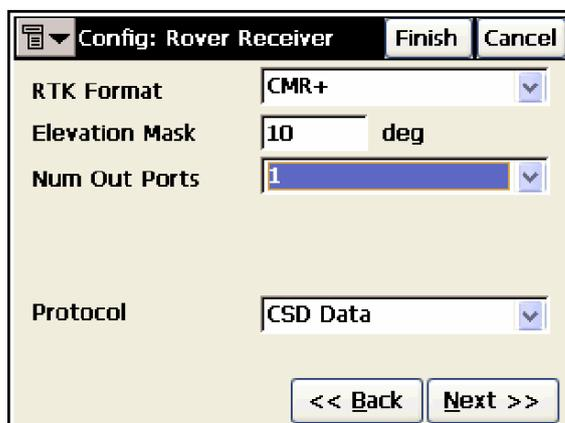

Рисунок 3-12. Экранная форма *Config: Rover Receiver (Настройка: Подвижный приемник)*
5. Пункт *Output Port* (Порты вывода), позволяющий установить количество портов для вывода сообщений формата NMEA, доступен через выпадающее меню, появляющегося после щелчка на пиктограмме, расположенной в левом верхнем углу экранной формы (см. рис. 3-12 на стр. 3-10).
7. При использовании CSD канала передачи данных сотовой связи для приема поправок RTK, в выпадающем меню (см. выше) выберите пункт **RTK protocol (Протокол RTK)** (см. рис. 3-12).